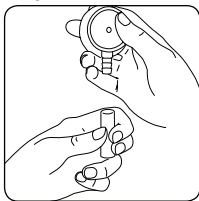

Fig. 3 Adattatore per tubo e padiglione
**NOTA:** Accertarsi che l'estremità più piccola del CORE sia collegata al tubo dello stetoscopio. Vedere Fig. 3 e 4